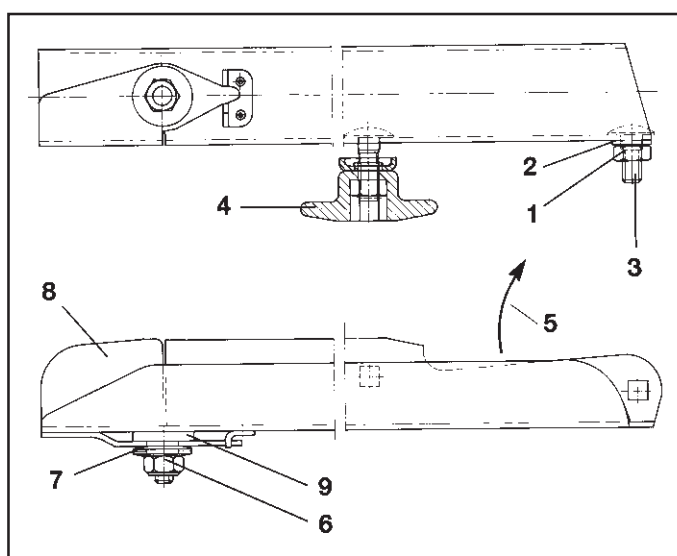

Fig. 9.3
- Den selvlåsende møtrik (Fig. 9.3/1) spændes af.
- Underlagsskiven (Fig. 9.3/2) og fladskiven (Fig. 9.3/3) fjernes.
- Fløjmmøtrikken (Fig. 9.3/4) spændes løs og spredeskivlen skiftes ud.
- **Den selvlåsende møtrik (Fig. 9.3/1) skal spændes således, at spredeskivlen kan drejes med hånden.**
Sørg for at spredeskivene monteres rigtigt. Den åbne side på den U-formede spredeskivl skal pege i omdrejningsretningen (Fig. 9.3/5).
- Den selvlåsende møtrik (Messing CuZn) (Fig. 9.3/6) spændes af og tallerken fjedrene (Fig. 9.3/7) fjernes.
- Drejevingen (Fig. 9.3/8) udskiftes.
Vær opmærksom på kunststofskiven (Fig. 9.3/9) mellem spredeskivl og drejevinge.
- Den selvlåsende messingmøtrik (Fig. 9.3/6) skal spændes med et drejningsmoment på **6 - 7 Nm**, således at drejevingen stadig kan drejes med håndkraft, men ikke drejer op af sig selv under brugen.